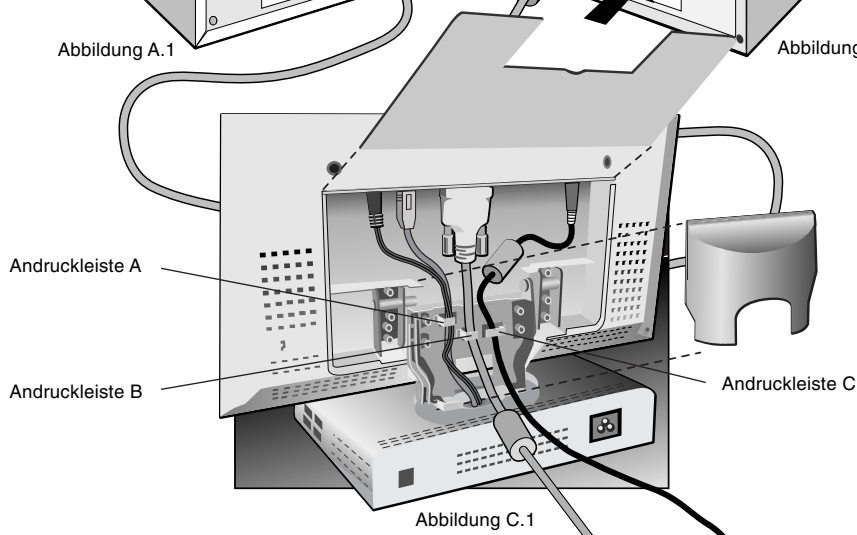

Abbildung C.1
3. Entfernen Sie die Abdeckung vom Anschluß und Kabel. Schließen Sie dann das 15-Stift-D-SUB-Minikabel des Videosignalkabels an den dafür vorgesehenen Anschluß auf der Rückseite des Monitors an (Abbildung C.1). Stecken Sie das Videosignalkabel unter die Andruckleiste B.